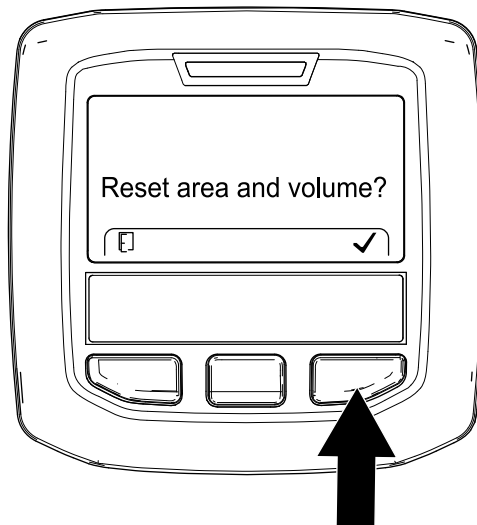

Рисунок 110
6. На экране RESET AREA AND VOLUME (СБРОС ПЛОЩАДИ И ОБЪЕМА) нажмите правую кнопку инфо-центра (Рисунок 110).